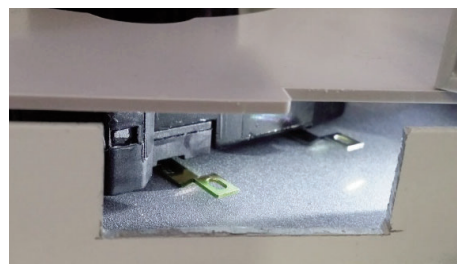

Abbildung 2
1. Ziehen Sie die gelbe Öse am Motor bis sie einrastet (Abb. 2)
1. Ziehen Sie die weiße Öse am Motor herunter bis sie einrastet (Abb. 2)